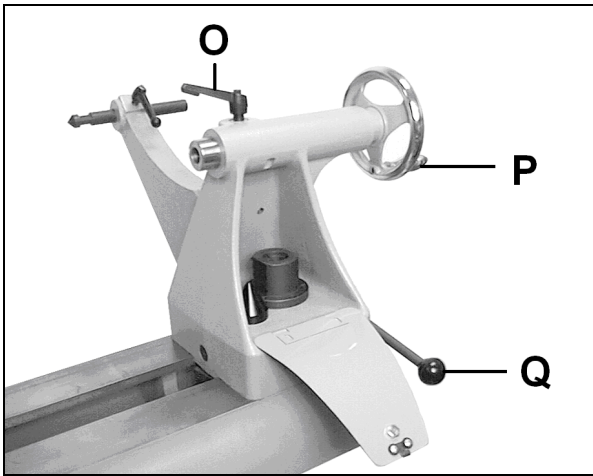

Fig 32
Drehen Sie das Handrad (P, Fig 32) im Uhrzeigersinn um die Pinole auszufahren und klemmen Sie den Indexiergriff (O).